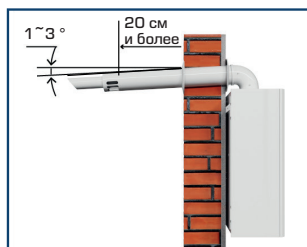

Рис. 1
- Если в системе дымоудаления не используется конденсатоотводчик, то коаксиальная труба монтируется с уклоном к земле (в пределах  $3^\circ$ ) (рис.1).